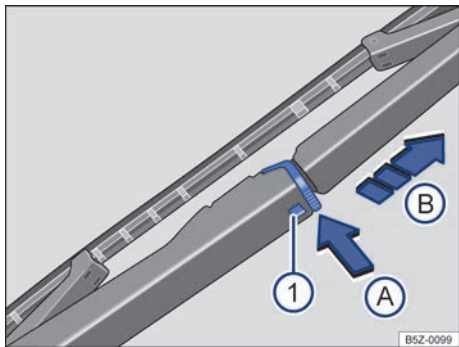

Fig. 135 Cambiar la escobilla del limpiavidrios.
- Mantenga pulsada la tecla de desbloqueo → fig. 135 ①.
- Pulse el bloqueo de la escobilla del limpiavidrios → fig. 135 en el sentido de la flecha (A).
- Tire de la escobilla del limpiavidrios → fig. 135 en el sentido de la flecha (B).
- Introduzca la nueva escobilla del limpiavidrios **del mismo tamaño y modelo** en el brazo del limpiavidrios en el sentido contrario a la flecha → fig. 135 (B) hasta que encaje.